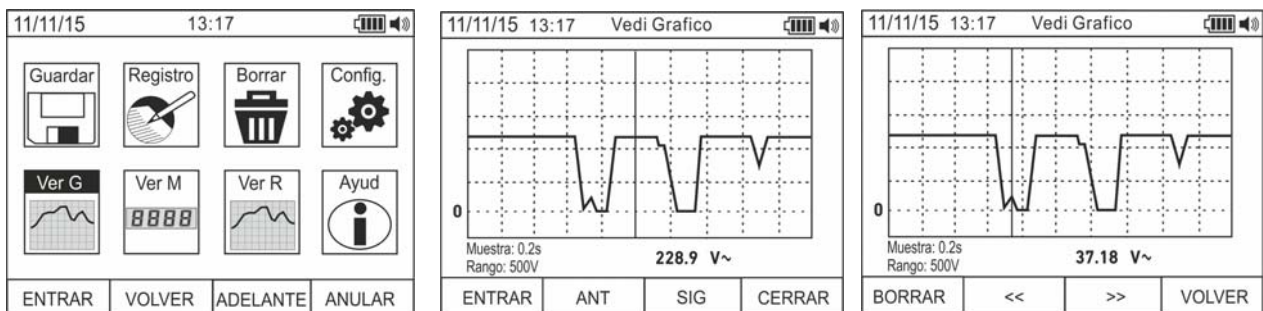

Fig. 18: Rellamada de los gráficos en pantalla
27. Utilice las teclas **F2** o **F3** para seleccionar el icono “Ver G” y pulse la tecla **F1** (vea Fig. 18 – parte izquierda)
28. Utilice las teclas **F2 (ANT)** o **F3 (SIG)** para seleccionar el gráfico deseado entre los guardados en la memoria del instrumento y pulse la tecla **F1 (ENTER)** para abrir el gráfico (vea Fig. 18 – parte central)
29. Utilice las teclas **F2 (<<)** o **F3 (>>)** para desplazar en las dos direcciones el cursor presente en el interior del gráfico observando el correspondiente valor en la parte inferior del visualizador (vea Fig. 18 – parte derecha)